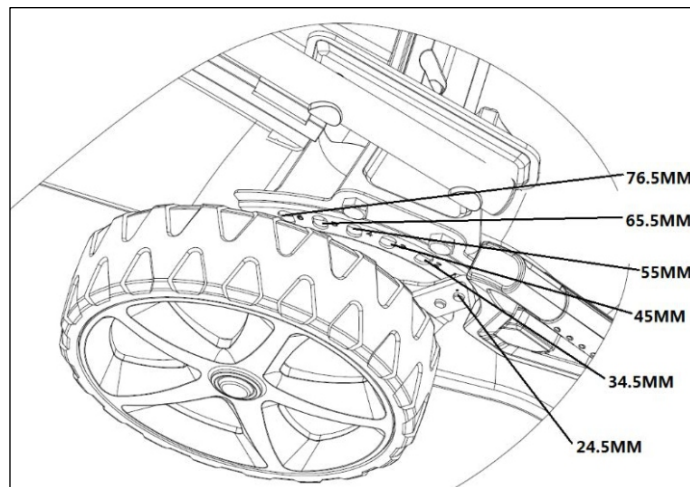

Рис..8
- Сдвиньте ручку регулировки высоты наружу, чтобы высвободить ее из крепежного паза. (Рис. 8)